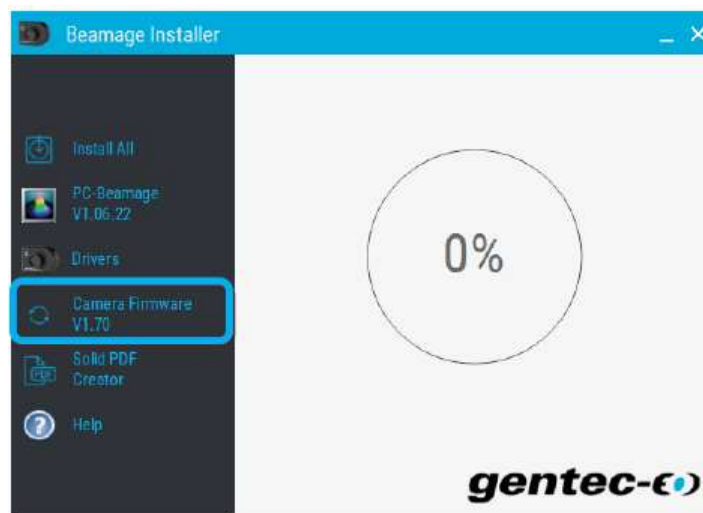

図 E-1 「カメラファームウェア」ボタン
- 4) 「カメラファームウェア」ボタンをクリックして、図 E-1 を参照してください。